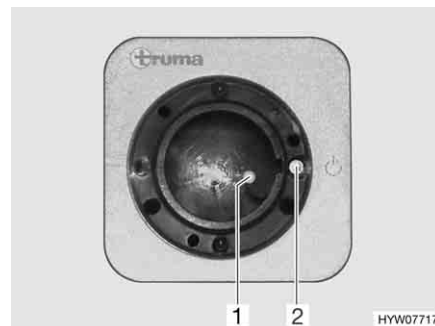
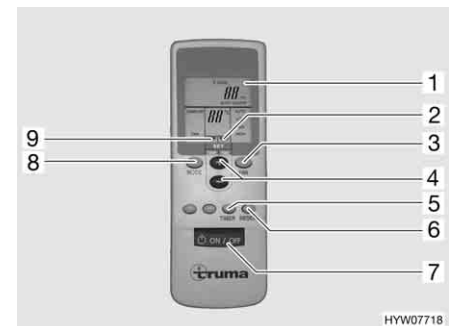

Bild 137 Mottagare
Bild 138 Fjärrstyrning
- Slå på fjärrstyrningen med brytaren (Bild 138,7). Den gröna kontrollampan (Bild 137,1) indikerar kylningsläge.
- Ställ in önskat driftläge med knappen (Bild 138,8).
- Ställ, vid behov, in önskad fläkteffekt och rumstemperatur med knapparna (Bild 138,3 och 4). Pilen (Bild 138,9) visar valt inställningsläge.
- ▷ På mottagaren finns det dessutom en knapp (Bild 137,2) med vilken klimatanläggningen kan slås på och av även utan fjärrstyrning. När klimatanläggningen slås på med denna knapp väljs automatiskt det driftläge som senast var inställt på fjärrstyrningen.
- Tryck på knappen (Bild 138,7) på fjärrstyrningen igen för att stänga av.
- Programmering: Slå på klimatanläggningen med knappen (Bild 138,7) på fjärrstyrningen.
- Ställ in önskat driftläge och rumstemperatur med knapparna (Bild 138,8, 3 och 4).
- Välj önskad funktion (Bild 138,1) med knappen (Bild 138,5):
- Välj önskad kopplingstidpunkt (1 till 15 timmar) med knapparna (Bild 138,4). Pilen (Bild 138,2) blinkar och visar inställningsläget.
- ▷ Med knappen (Bild 138,6) sänds fjärrstyrningens inställningar återigen till mottagaren.